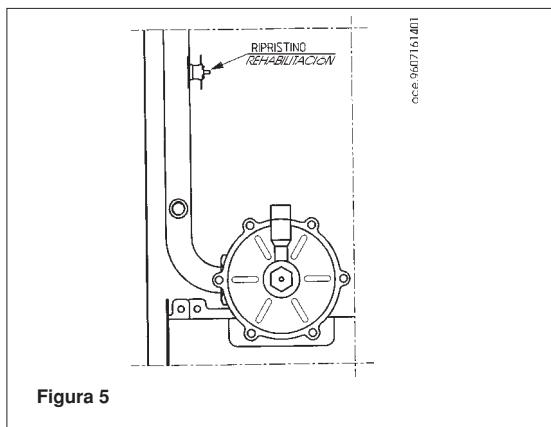

Figura 5
tale dispositivo interrompe l'afflusso del gas al bruciatore principale in caso di sovratemperatura nel circuito di riscaldamento. Premere il pulsante di figura 5 per ripristinare le normali condizioni di funzionamento controllando l'indicazione del manometro (7) (vedi capitolo riempimento impianto a pagina 6).
Corta el suministro de gas al quemador principal en caso de sobrtemperatura en el circuito de calefacción. Pulsar el botón de la figura 5 para restablecer las condiciones normales de funcionamiento. Controlar la indicación del manómetro (7) (ver el capítulo de Llenado del equipo en la página 6).